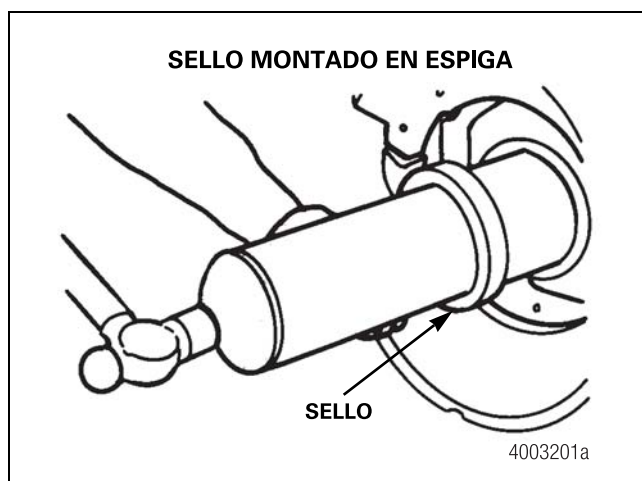

Figura 5.9
- B. **Sellos montados en la espiga:** Lubrique el sello según las recomendaciones del fabricante, después colóquelo sobre el collar del sello de aceite del eje. Coloque la herramienta de instalación sobre la espiga y conduzca el sello hasta que quede al ras con el reborde del cojinete. Gire la herramienta y golpee suavemente varias veces para asegurarse de que el sello está correctamente asentado. Figura 5.9.